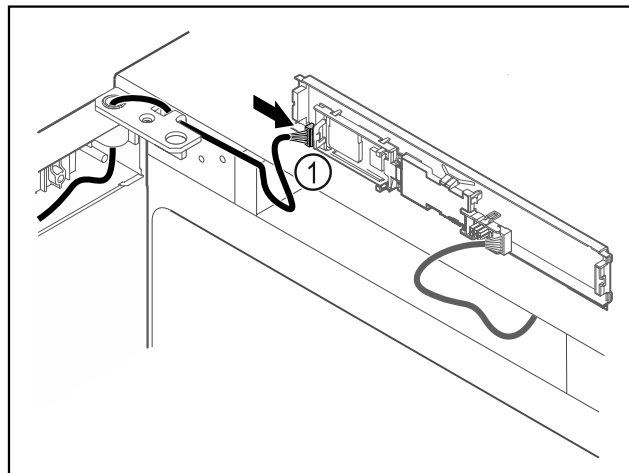

Fig. 65
- ▶ Zapojte zástrčku Fig. 65 (1) na dosku plošných spojov.